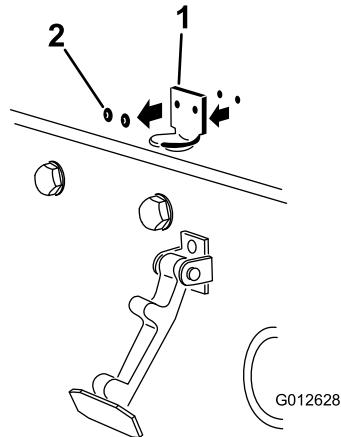

図 3
2. フードラッチのブラケットをフードに固定しているリベット 2 本を外し 図 3 フードからフードラッチのブラケットを取り外す。